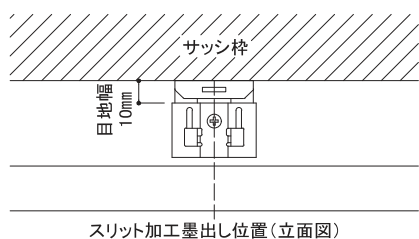

図6 採寸位置
- ジョイントカッターにニチハ外装用カッター(FX100A)をセットし、刃出し量を20mm程度、モエン裏面から6.5mmの位置に調節し、スリット加工部用留付金具Ⅱの取り付け位置ごとにスリット加工を施してください。(図6、7参照)